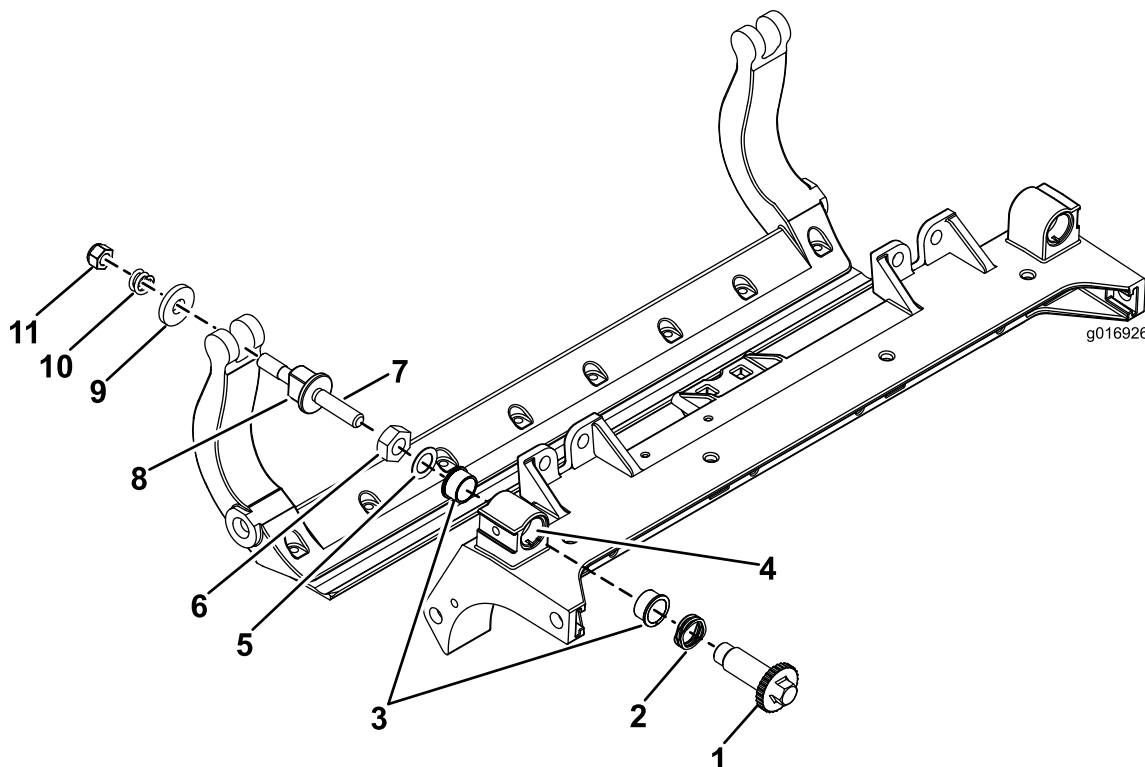

Figura 33
1. Retire todas las piezas (consulte las *Instrucciones de instalación* del Kit HD DPA Modelo 120–7230 y Figura 33).
2. Aplique antigripante al interior del alojamiento de los casquillos del bastidor central de la unidad de corte (Figura 33).
3. Alinee los salientes de los casquillos con brida con las ranuras del bastidor, e instale los casquillos (Figura 33).
4. Instale una arandela ondulada sobre el eje del ajustador e introduzca el eje del ajustador en los casquillos con brida del bastidor de la unidad de corte (Figura 33).
5. Sujete el eje del ajustador con una arandela plana y una contratuerca (Figura 33). Apriete las tuercas de las ruedas a 20–27 N-m.
9. Sujete la barra de asiento a cada chapa lateral con los pernos de la barra (con tuercas en los pernos) y las 6 arandelas. Debe colocarse una arandela de nylon en cada lado del saliente de la chapa lateral. Coloque una arandela de acero por fuera de cada arandela de nylon (Figura 33). Apriete los pernos de la barra de asiento